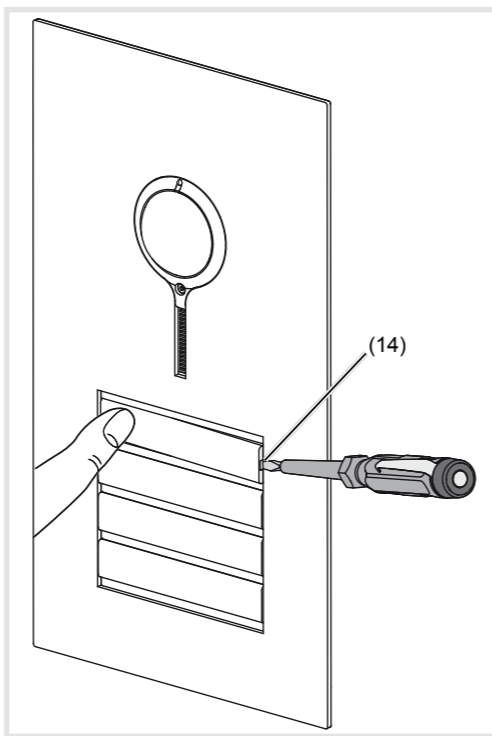

Figura 3: svitamento della copertura targhetta nome
- Tenere premuti i tasti di chiamata su un lato. Sul lato di fronte, l'apertura a leva (14) diventa accessibile per un cacciavite.
- Inserire il cacciavite nell'apertura a leva (14) e svitare l'arresto (figura 3).